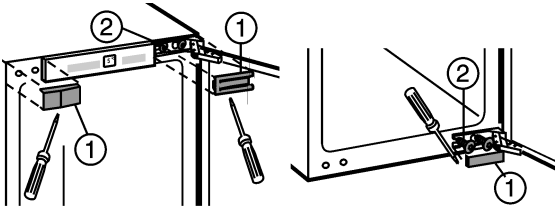

Fig. 1
- ▶ Afdekkingen Fig. 1 (1) verwijderen.
- ▶ Bevestigingsschroeven Fig. 1 (2) alleen losdraaien.
- ▶ Bevestigingsschroeven Fig. 1 (2) boven en beneden naar de andere kant verplaatsen.
- ▶ Apparaatdeur in de vooraf gemonteerde bevestigingsschroeven Fig. 1 (2) inhangen.
- ▶ Bevestigingsschroeven Fig. 1 (2) (met 4 Nm) goed vastschroeven.
- ▶ Afdekkingen Fig. 1 (1) weer monteren.